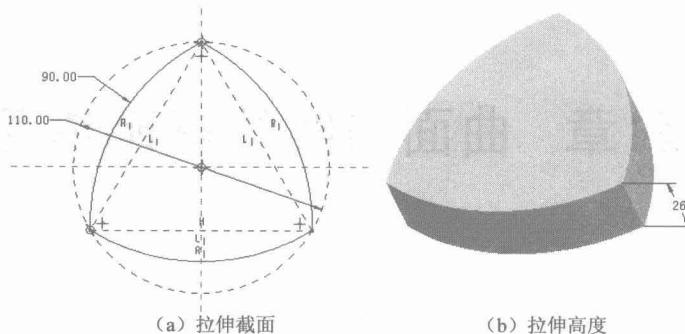

图1-3
2. 选择 TOP 基准面绘制如图 1-3 (b) 所示拉伸实体，拉伸截面如图 1-3 (a) 所示。